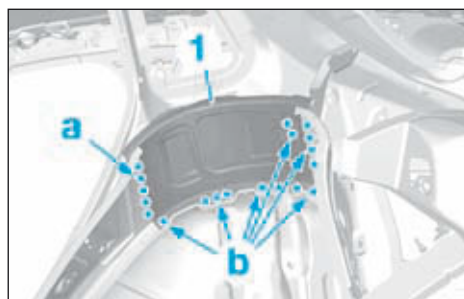

FIG.212
- Dépointer et fraiser à l'aide d'un foret de Ø 8 mm les points de soudure sur (Fig.212) :